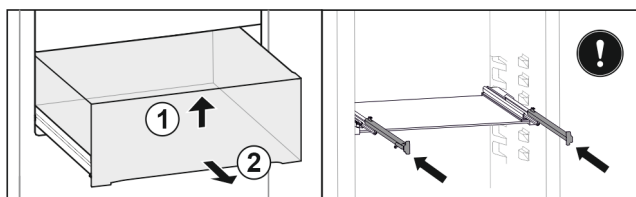

Fig. 66
- ▶ Levante el cajón por delante. Fig. 66 (1)
- ▶ Extraiga el cajón hacia adelante. Fig. 66 (2)